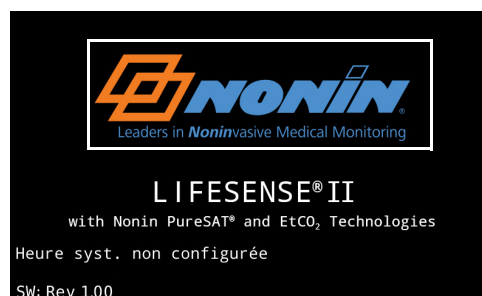

Figure 7. Accès au menu de configuration (logo Nonin)
3. Lorsque l'écran de démarrage arborant le logo Nonin apparaît, tapotez deux fois sur le logo Nonin. Dans la figure 7, le logo Nonin logo est mis en surbrillance dans un cadre blanc.